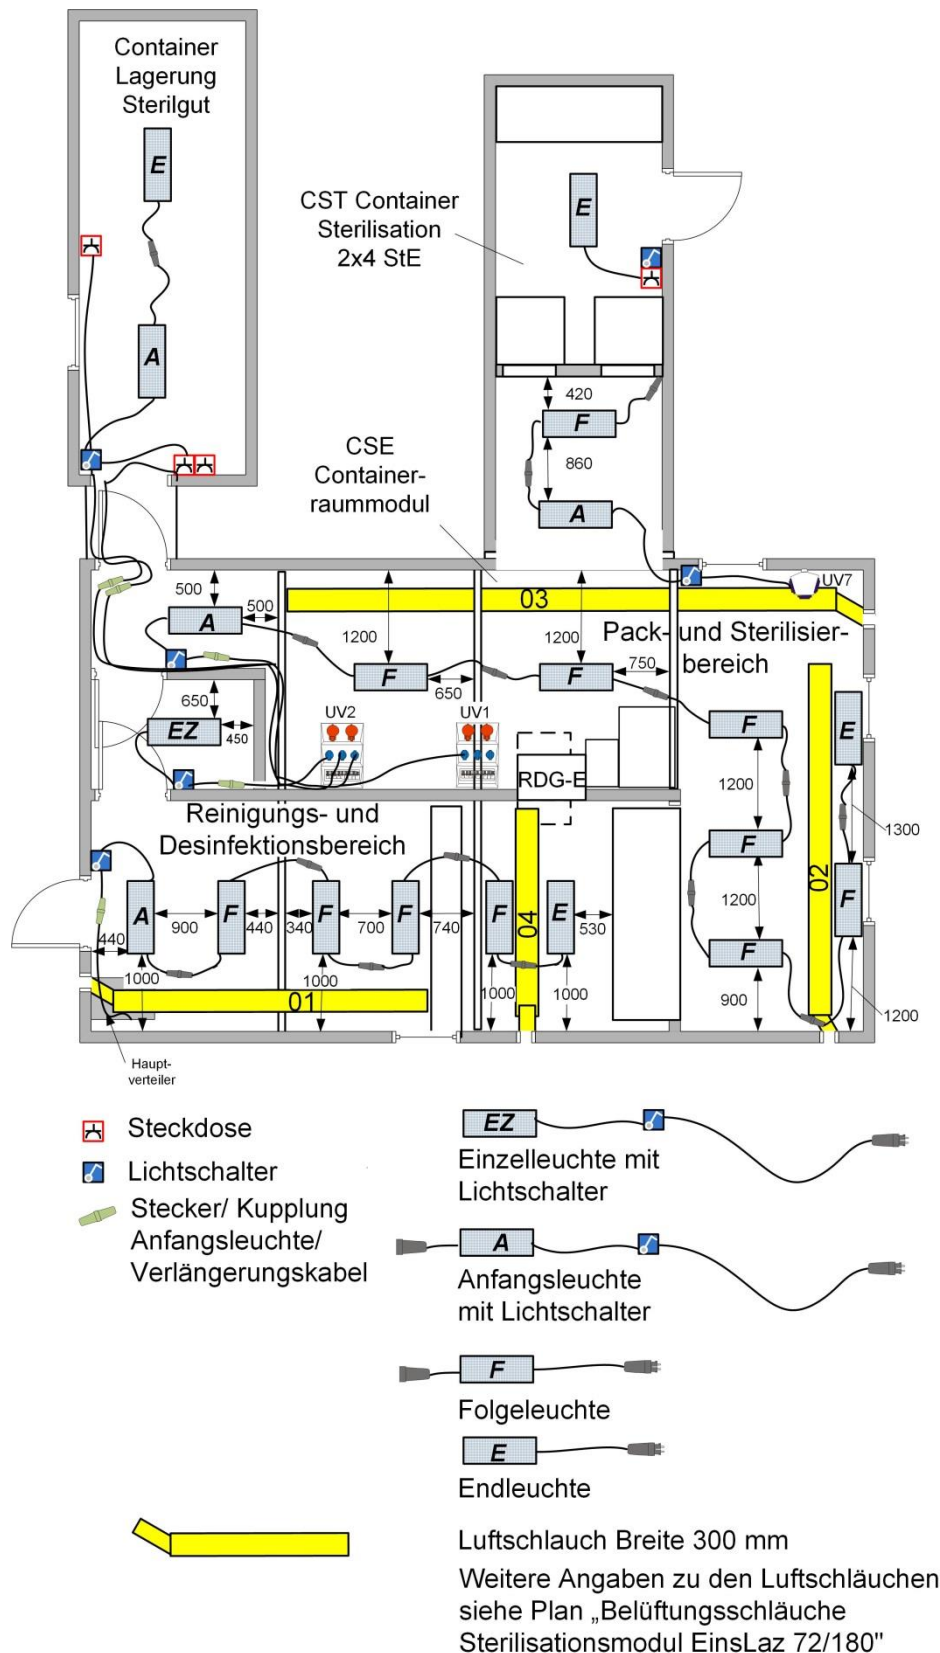

Abb. 2: Deckenbeleuchtung im Sterilisationsmodul EinsLaz
- ◆ Platzieren Sie die Leuchten gemäß Abb. 2: und stellen Sie die Steckverbindungen zwischen den Lampen her.
- ♦ Stecken Sie das Anschlusskabel der Anfangsleuchte an der Steckdose (1) an. Platzieren Sie den Lichtschalter rechts vom Durchgang (3).
- ♦ Führen Sie das Anschlusskabel (2) der Steckdose (1) aus dem Container Lagerung Sterilgut heraus. Verbinden Sie es mit dem Verlängerungskabel Schuko 9,5 m und verlegen Sie das Verlängerungskabel unter der Decke zur Unterverteilung UV1 (siehe Abb. 2:).
- ♦ Führen Sie das Anschlusskabel (4) der Steckdose (5) aus dem Container Lagerung Sterilgut heraus und verbinden es mit dem Verlängerungskabel Schuko 9,5 m. Verlegen Sie das Verlängerungskabel unter der Decke zur Unterverteilung UV2 (siehe Abb. 2:).
- ♦ Verbinden Sie das Anschlusskabel der Anfangsleuchte Pack- und Sterilisierbereich mit dem Verlängerungskabel Schuko 6,5 m. Verlegen Sie das Verlängerungskabel unter der Decke zur Unterverteilung UV2 (siehe Abb. 2:).
- ♦ Verbinden Sie das Anschlusskabel der Einzelleuchte in der Personenschleuse mit dem Verlängerungskabel Schuko 2,5 m. Verlegen Sie das Verlängerungskabel durch die Wanddurchführung in den Reinen Bereich zur Unterverteilung UV2 (siehe Abb. 2:).